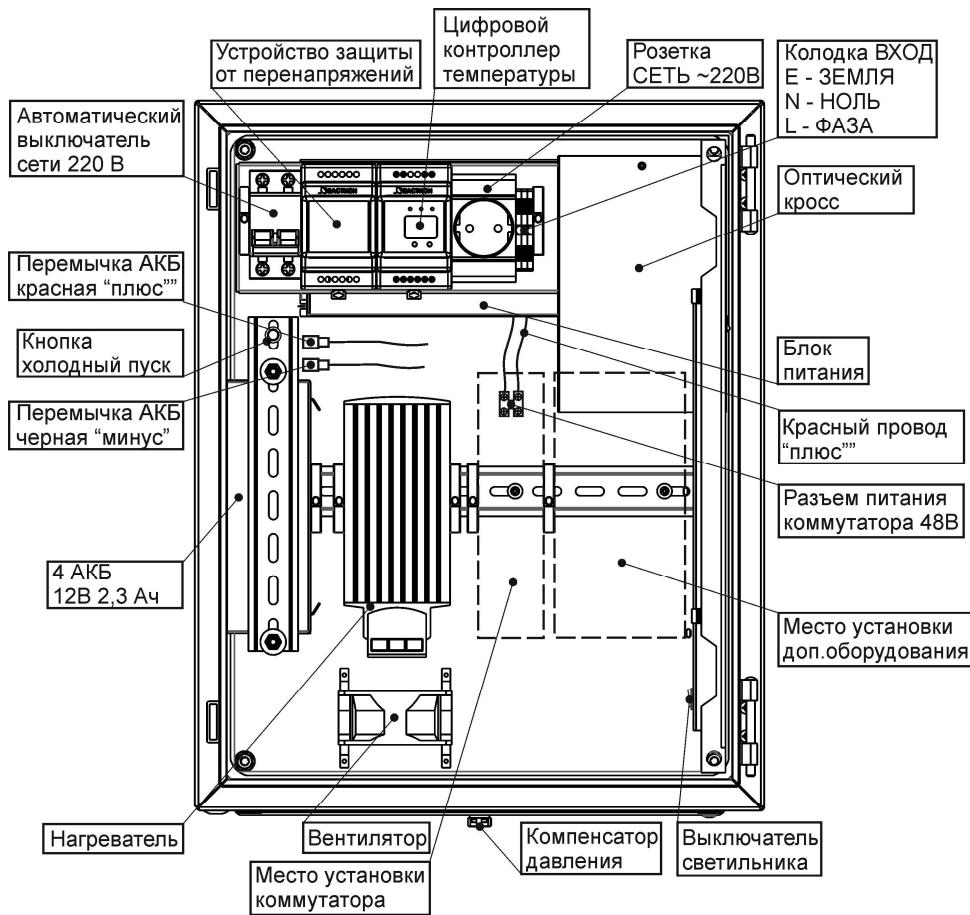

Рисунок 2 - вид изделия с открытой дверцей
- клеммной колодке ВХОД ~ 220В (см. рисунок 2).
Подключение внешних цепей к изделию выполняется через соответствующие гермовводы в соответствии с назначением клемм подключения (см. рисунок 2).
- Провод заземления подключите к клемме Е (ЗЕМЛЯ) на колодке «ВХОД» (см. маркировку рисунок 2);
- Подключите, соблюдая фазировку, к клеммам колодки «ВХОД» изделия сетевые провода N (НОЛЬ) и L(ФАЗА) (см. рисунок 2).
- Нажмите кнопку «Холодный пуск» (см. рисунок 2);